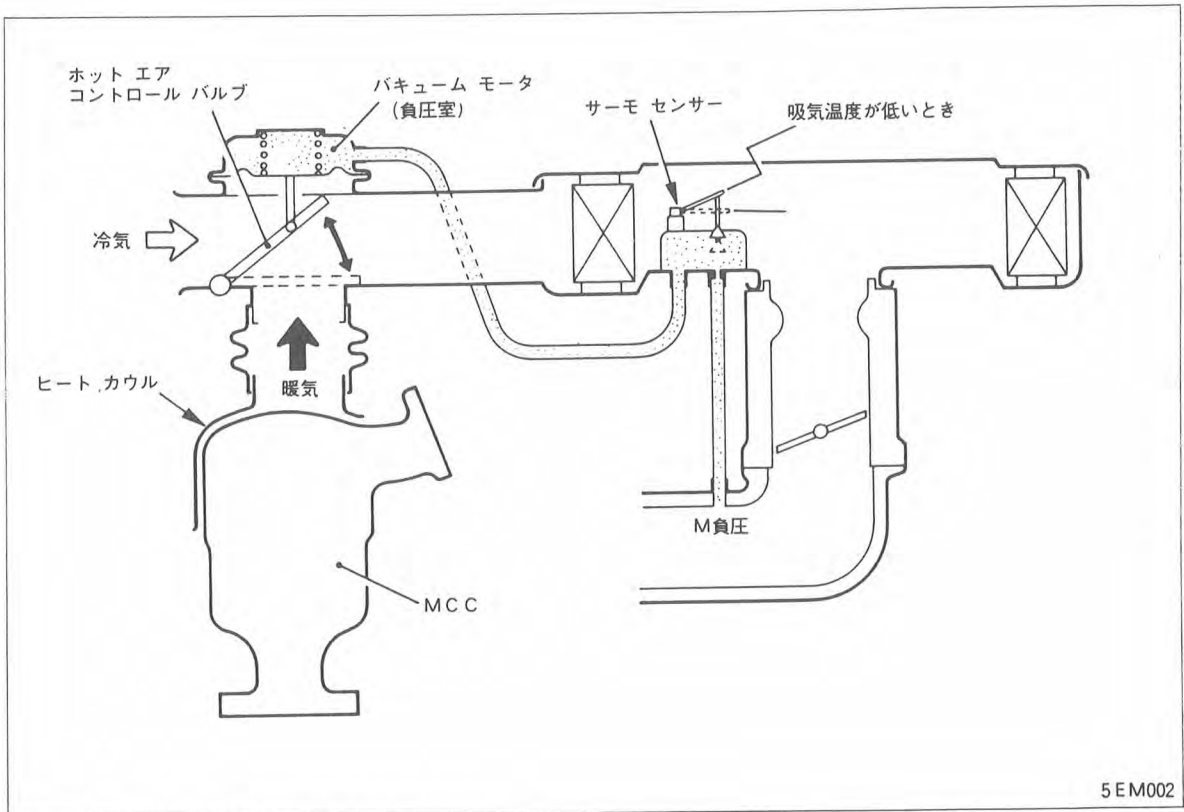

図9 吸気温度制御装置-G54 B (デボネア)
- エンジン冷態状態にてホット エア コントロール バルブが、図9の①位置になっているか点検する。